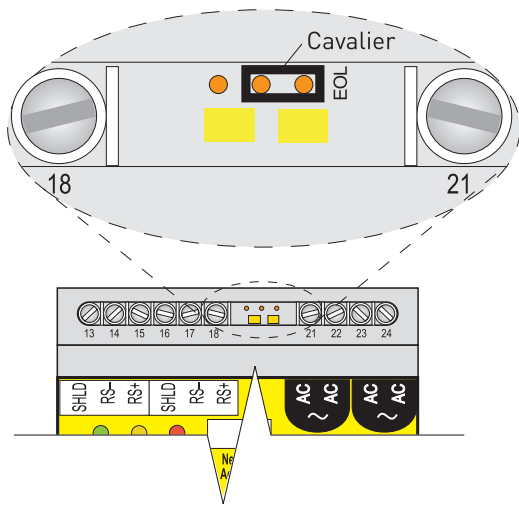

Figure 5a. Position du cavalier bout de ligne (EOL) pour le dernier module TTSIM
- Sur le dernier module TTSIM du circuit, montez le cavalier sur les deux broches les plus proches de la marque EOL, comme indiqué à la Figure 5a.